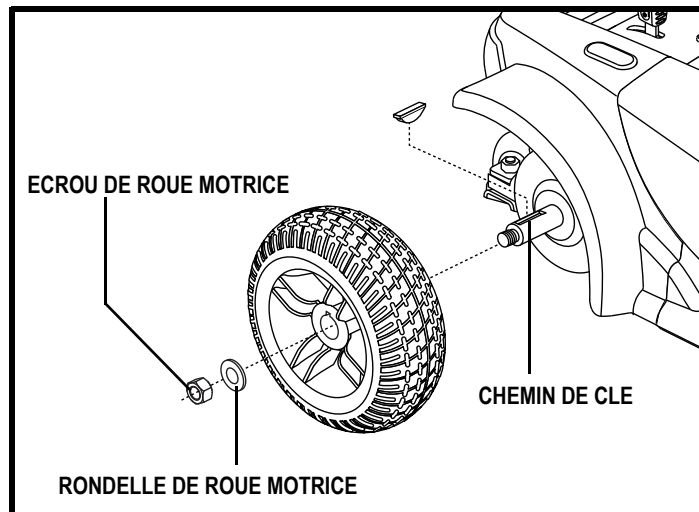

Figure 24. Roue de traction du Go-Chair
3. Retirez l'écrou et sa rondelle de l'essieu. Voir la figure 24.